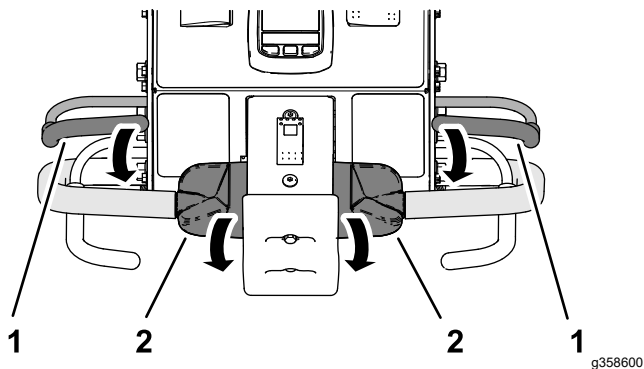

Рисунок 35
1. Удерживая любую штангу контроля присутствия оператора прижатой к рукоятке управления, поверните верхнюю часть органа управления тягой вперед (Рисунок 35).